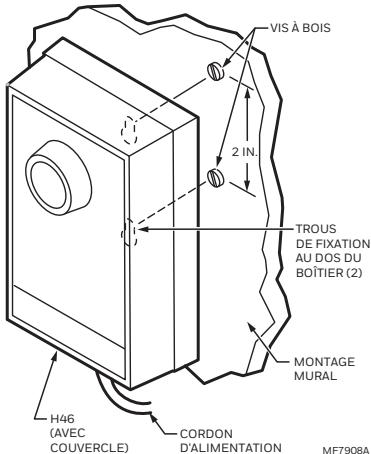

Fig. 2. Montage du H46E au moyen des deux vis.
1. À l'endroit choisi, enfoncez dans le mur les deux vis à bois fournies, à 51 mm (2 po) l'une au-dessus de l'autre, en les laissant dépasser de 2 mm (1/16 po). (Voir Fig. 2).